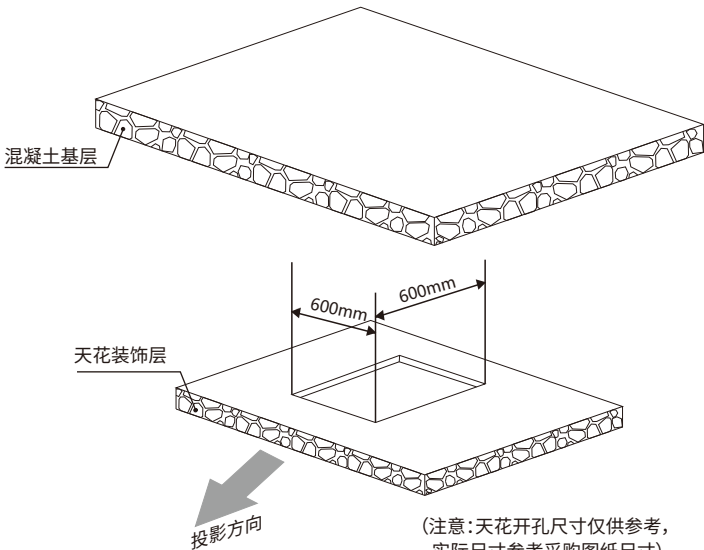

图 1
1. 确定投影机方向与电动吊架安装位置，根据尺寸在天花层板开孔（图1）。